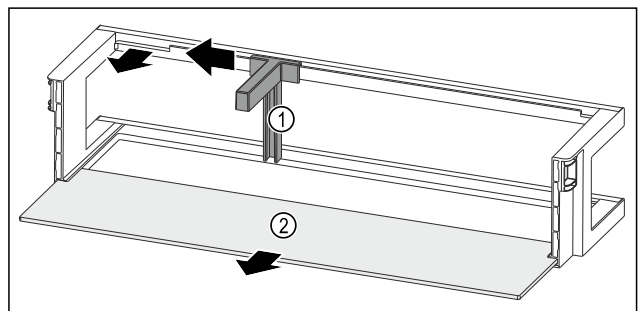

Fig. 101 Balconnet de contre-porte avec porte-bouteilles et tablette de rangement
- ▶ Pousser le porte-bouteilles Fig. 101 (1) sur le côté jusqu'à l'évidement.
- ▶ Retirer le porte-bouteilles Fig. 101 (1).
- ▶ Retirer la tablette de rangement Fig. 101 (2).